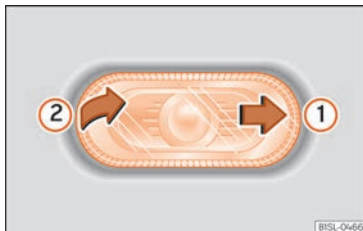
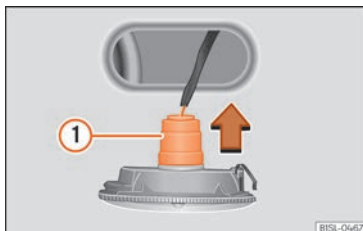

Abb. 56 Seitliche Blinkleuchte ausbauen.
Abb. 57 Seitliche Blinkleuchte: Glühlampenaustausch.
- Mit einer Hand die seitliche Blinkleuchte nach hinten schieben »» **Abb. 56** ①.
- Die seitliche Blinkleuchte aus der Karosserie heraushebeln ②.
- Lampenhalter mit der Glühlampe in Pfeilrichtung »» **Abb. 57** ① herausziehen.